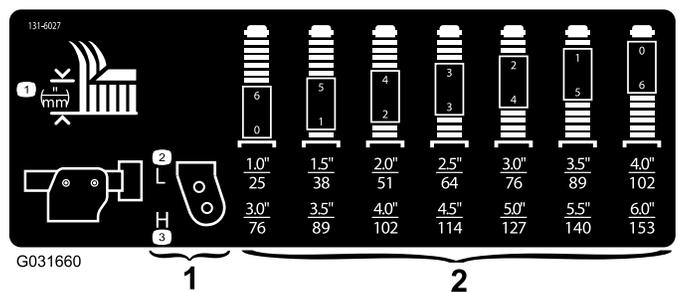

Рисунок 16
3. Поместите оси поворотных колес в одинаковые отверстия во всех поворотных вилках; для определения соответствия отверстий и высоты скашивания см. таблицу (Рисунок 16).
Примечание: Для определения правильных комбинаций проставок в зависимости от настройки высоты скашивания см. таблицу (Рисунок 16).